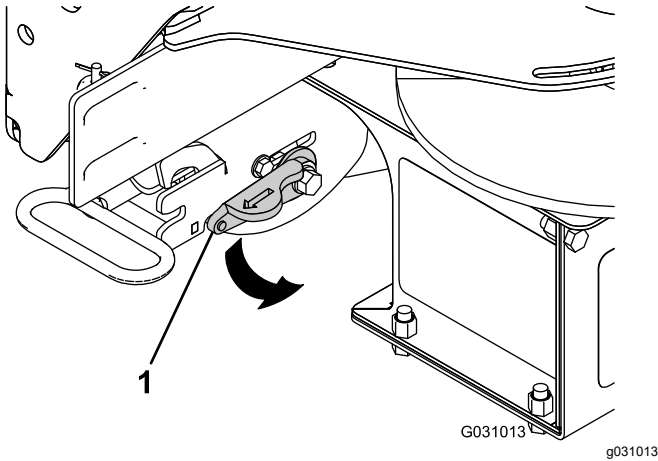

Figure 20
2. Tournez le levier de verrouillage sur l'accouplement RT3 à la position de VERROUILLAGE (Figure 20).